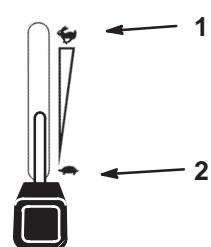

Figure 12
- Placez la manette d'accélérateur en position de Régime maximum pour démarrer à froid (Fig. 12).
- Placez la commande de PDF en position désengagée (Fig. 12).
- Réglez la manette d'accélérateur à mi-course entre les positions de ralenti et de régime maximum (Fig. 12).